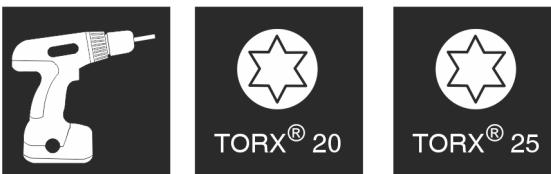

Fig. 20
1. Надати інструмент. Fig. 20 ()